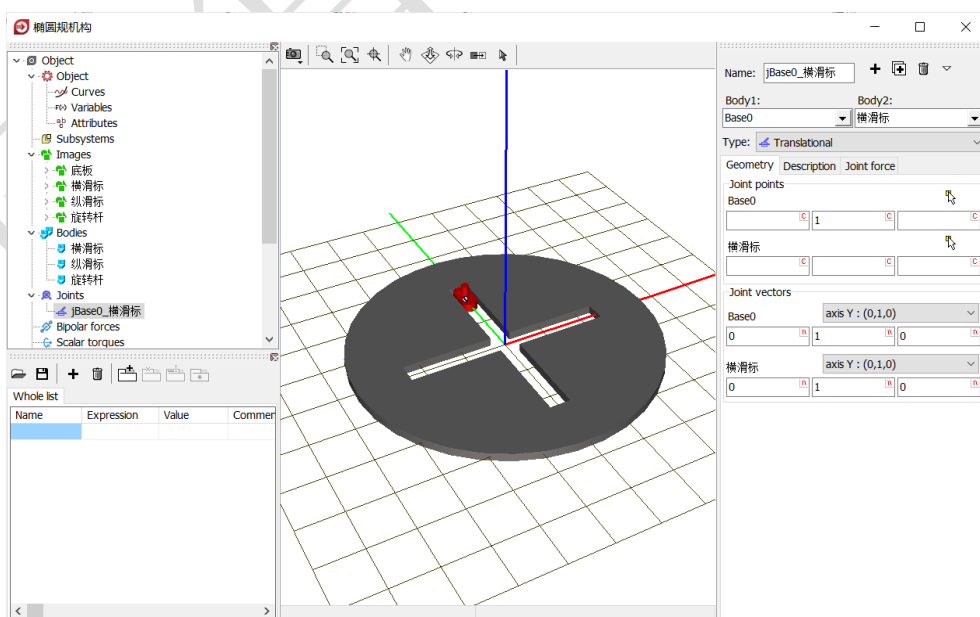

图 2-77
- 9) 创建第一个铰, **Body1** 选择 **Base0**, **Body2** 选择**横滑标**, **Type** 选择 **Translational**, **Joint points** 分别为 (0, 1, 0) 和 (0, 0, 0), **Joint vector** 都选择 **Y** 轴, 如图 2-77。表示将横滑标的原点与总体坐标系的点 (0, 1, 0) 重合, 横滑标沿总体坐标系 Y 轴可以平动, 并且横滑标的 Y 轴与之平行 (重合)。